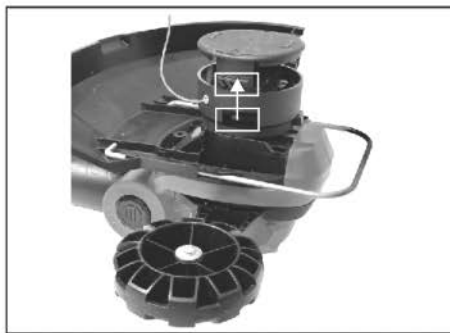

Рис.8
4. Вставьте новую леску (13), пропустив ее через отверстие.
6. Наденьте крышку катушки и надежно закрепите ее. Рис.8.